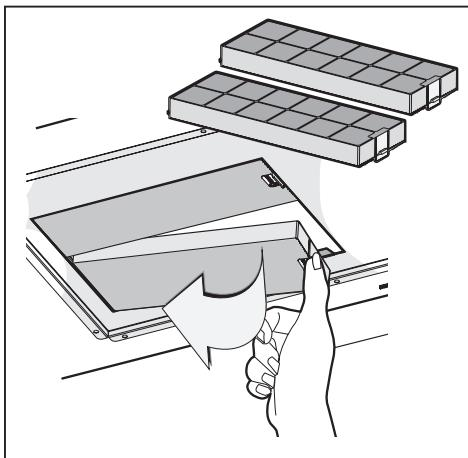
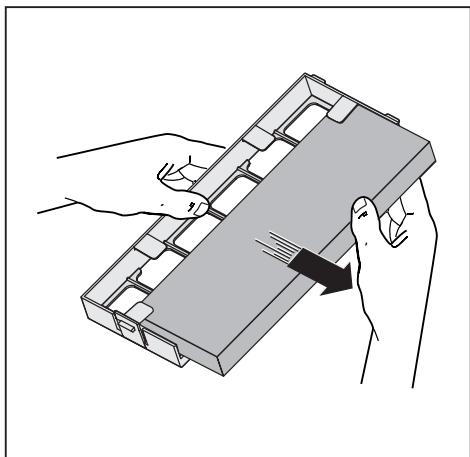

Fig.17
Fig.18
• **Versione filtrante:** abbiamo disponibili due tipi diversi di Kit, uno con filtri a carbone a cassetta (Fig.17) e l'altro con i filtri al carbone rigenerabili (lavabili) (Fig.18).
- Collegare il tubo flessibile al deflettore **M** e fissare la vite **I** come indicato in Fig.8, i filtri al carbone attivo devono essere applicati al gruppo aspirante posto all'interno della cappa (Fig.17).